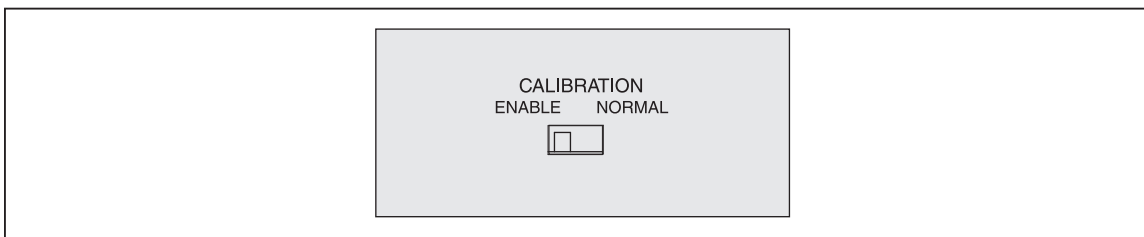

Рисунок 5-3. Переключатель Calibration Enable (Включение калибровки)
- Установите переключатель калибровки на задней панели устройства в положение **Enable (Включение)**. См. рис. 5-3.